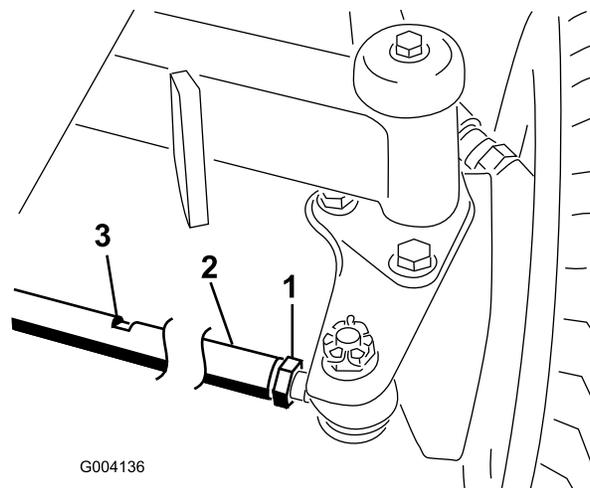

Рисунок 63
2. Ослабьте контргайку с каждой стороны стяжной тяги (**Рисунок 63**).